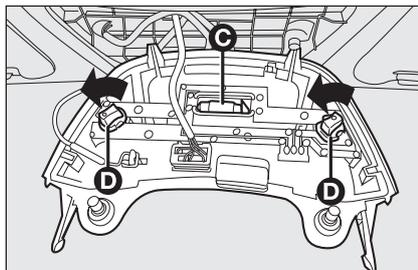

fig. 35
- sostituire la lampada centrale **C**-fig. 35 svincolandola dai contatti laterali accertandosi che la nuova lampada risulti correttamente bloccata tra i contatti; sostituire le lampade laterali **D**-fig. 35 ruotando in senso antiorario i due portalam-pada ed estraendo le lampade montate a pressione.